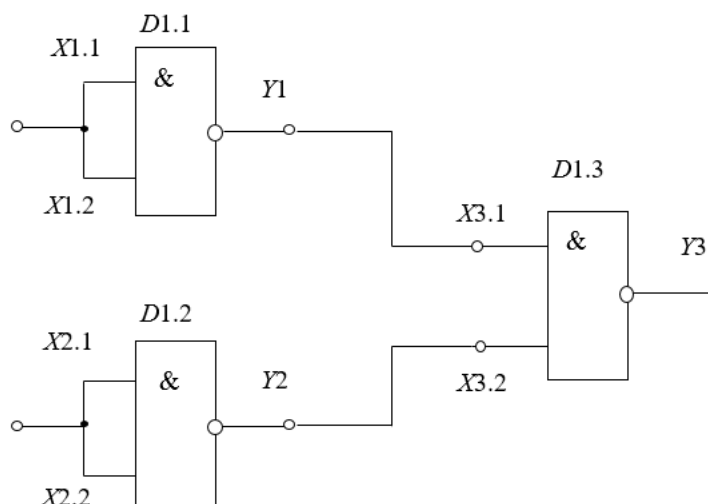

Рис. 4. Схема ИЛИ
9.1. Собрать схему ИЛИ (рис. 4). Показать собранную схему преподавателю или инженеру и получить разрешение на включение макета.